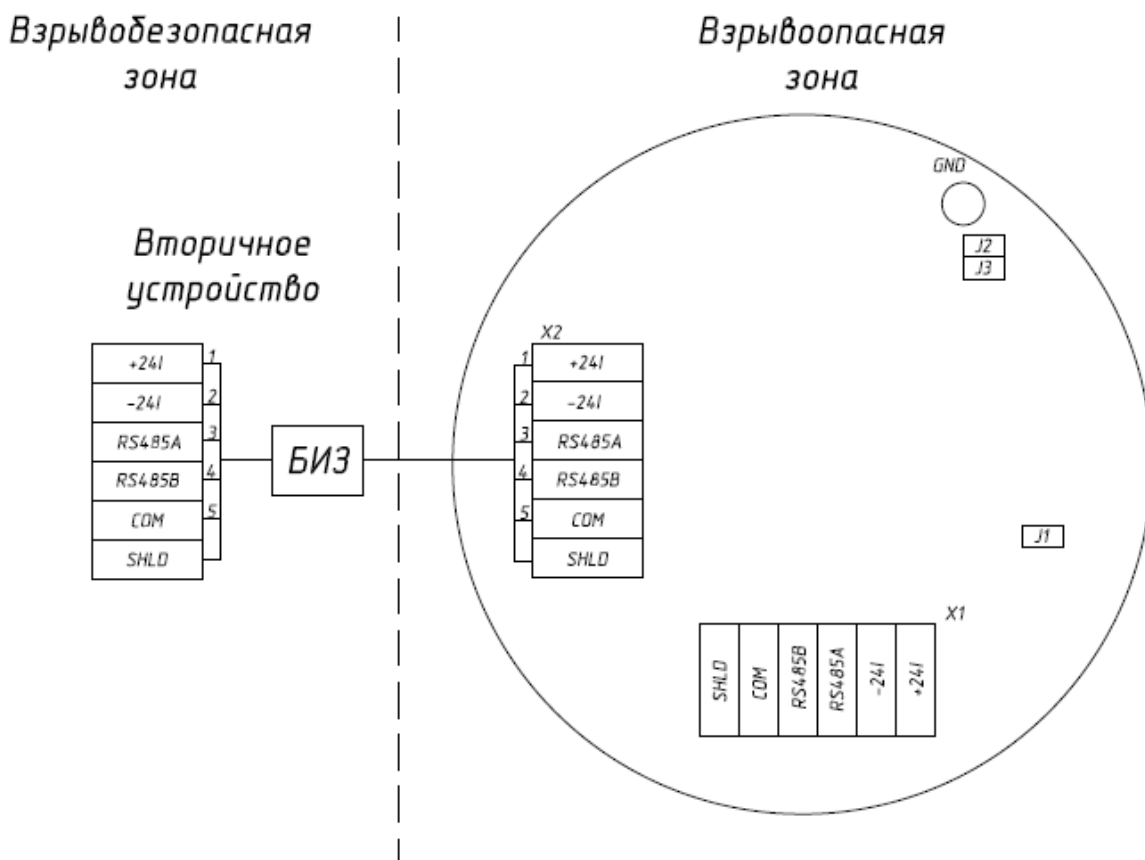

Рис. 7.2. Схема подключения адресных извещателей "ИПДЭС".
7.9 Схема подключения адресных извещателей пожарных дымовых ИПДЭС приведена на рис.7.2